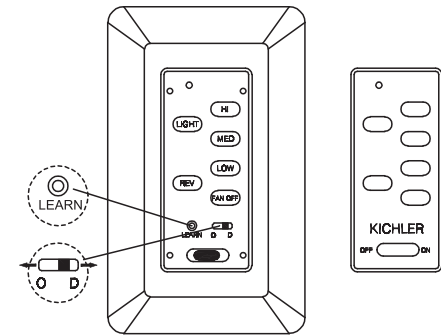

Figura 21
Paso 1. Una vez completada la instalación, presione y mantenga presionado el botón “APRENDER” (LEARN) durante 3 segundos dentro de los 30 segundos posteriores a la activación de la alimentación de CA. El ventilador se encenderá a velocidad media y la luz (si está instalada) se encenderá. Esto confirma que el ajuste “SMART SYNC” está activo y bien. (Figura 21)